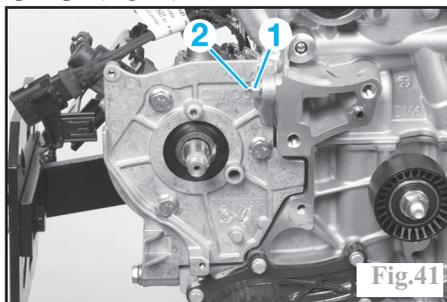

Fig.41
- le goujon (2) et l'écrou (1) de support de pompe (Fig.41).
- les fixations (1) et (2) (Fig.41) du support de pompe haute pression.